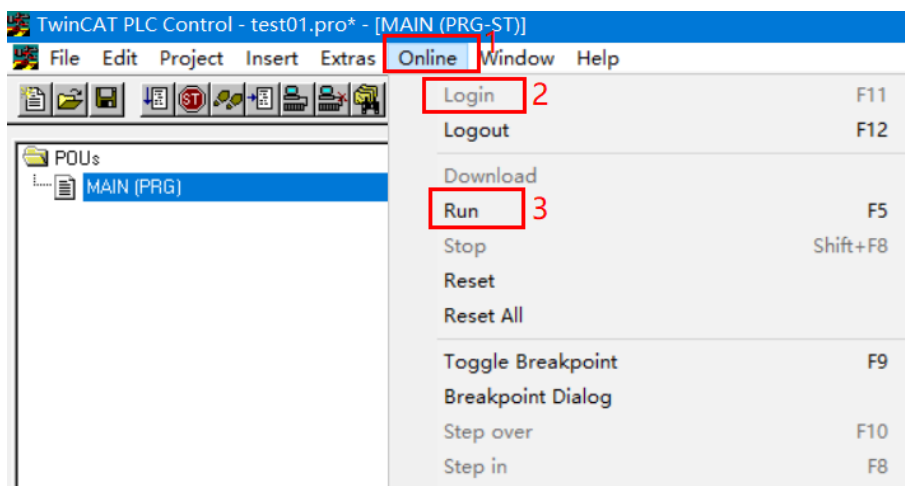

图 3.17 PLC 程序登录运行操作步骤
- 5) 切换到【PLC Control】, 点击【Online】选项 → 第一步先【Login】登录程序 → 之后再点击【Run】运行程序, 如图 3.17 所示的步骤操作, 此时 PLC 程序已启动, PLC 的操作已完成。